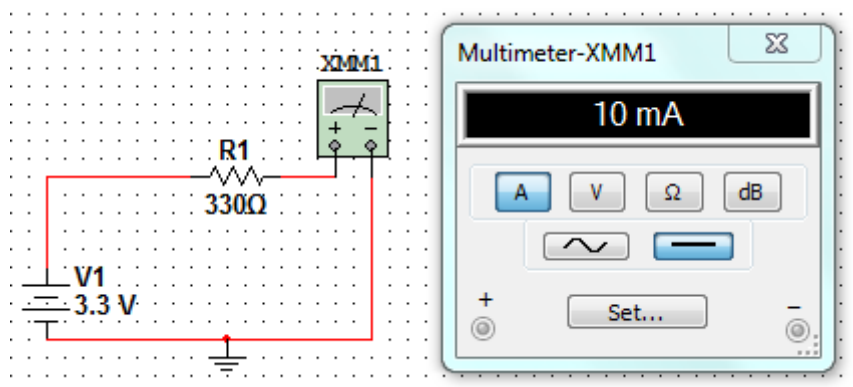

Fig.4 Măsurarea indirectă a unei rezistențe (330 ohmi, măsurat direct  $R1=328.6$  ohmi,  $V1=3.293V$ )
4) Se realizează simulările prezentate în Figurile 1-3 (de exemplu, Fig. 4 pentru Fig.1) și se compară valorile obținute în simulare cu cele obținute practic. CUM POT FI OBȚINUTE ACELEAȘI VALORI CA CELE REALE?